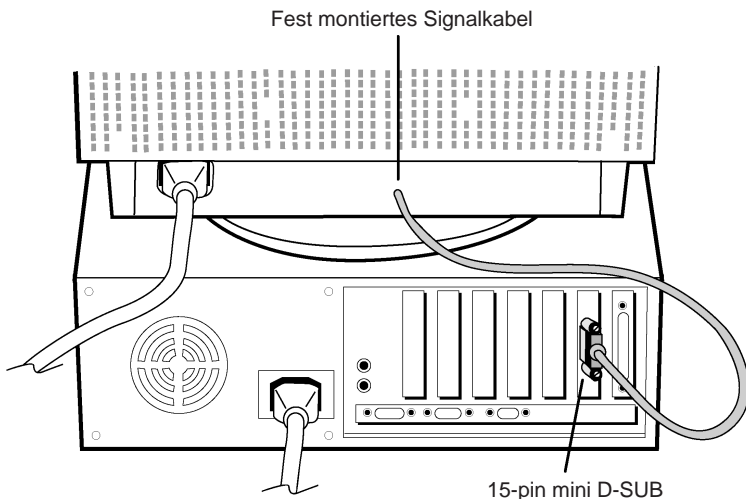

Abbildung A.1
3. **Für den PC:** Verbinden Sie den 15-pin mini D-SUB Stecker des fest montierten Signalkabels mit der entsprechenden Buchse der Grafikkarte Ihres Rechners (Abbildung A.1). Ziehen Sie alle Schrauben fest.